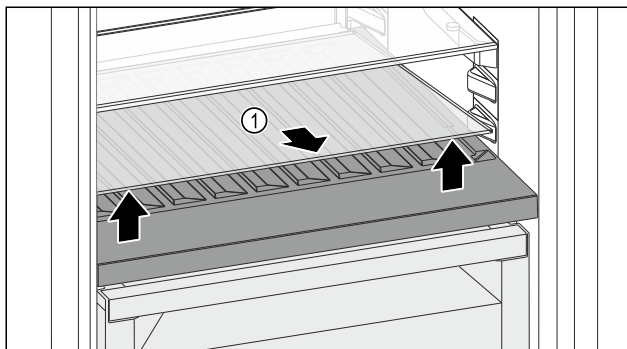

Fig. 97
- Podignite staklenu ploču Fig. 97 (1) na otvoru sprijeda i izvadite je.
- Čuvajte staklenu ploču Fig. 97 (1) na sigurnom izvan uređaja.